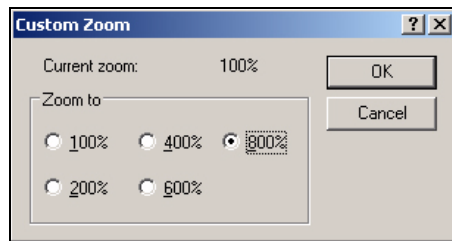

Figura 5-41: Personalizar zoom
- Vá até *Ver > Zoom > Personalizar*. A caixa de diálogo *Personalizar zoom* (veja Figura 5-41 na página 5-48) aparece.